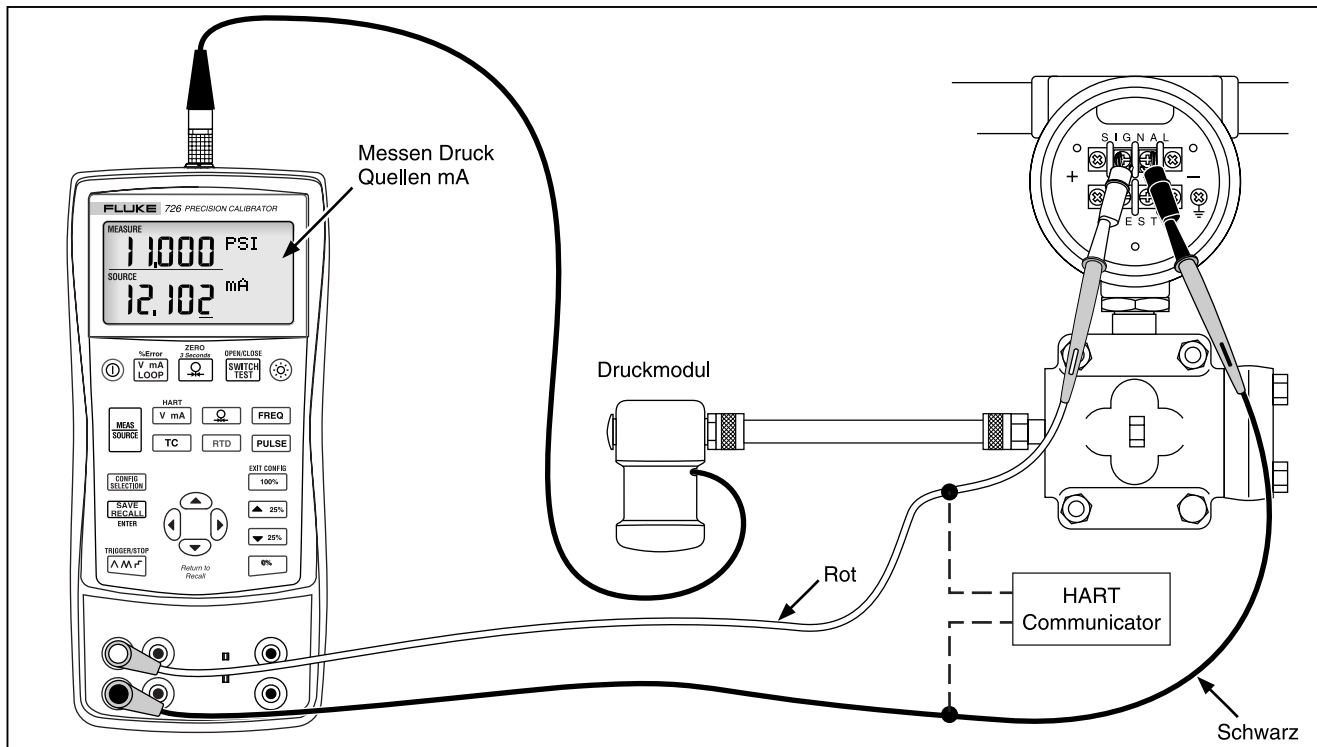

Abbildung 22. Kalibrieren eines Strom-Druck-Transmitters
1. Die Messleitungen gemäß Abbildung 22 an das zu prüfende Instrument anschließen. Diese Verbindungen simulieren einen Strom-Druck-Transmitter und messen den entsprechenden Ausgabedruck.